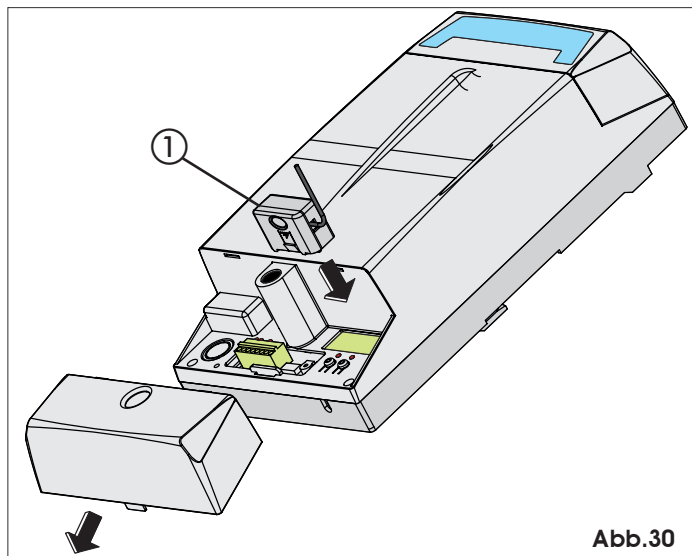

Abb.30
Das elektronische Steuergerät ist mit einem zweikanaligen integrierten Entschlüsselungssystem (DS, SLH, RC), OMNIDEC, ausgestattet. Dank dieses Systems können, über ein zusätzliches Empfängermodul (Abb. 30 Bez. ①) und Funksteuerungen mit derselben Frequenz, sowohl die vollständige Öffnung (OPEN A) als auch die Teilöffnung (OPEN B) der Automation durchgeführt werden.